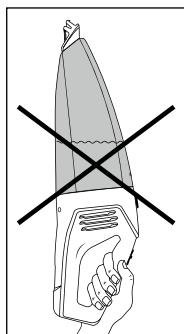

Abb. 3
- Wenn Sie das Gerät waagerecht oder mit der Nasssaugdüse ① nach oben weisend tragen, kann es passieren, dass Flüssigkeit austritt (siehe Abb. 3 und 4):